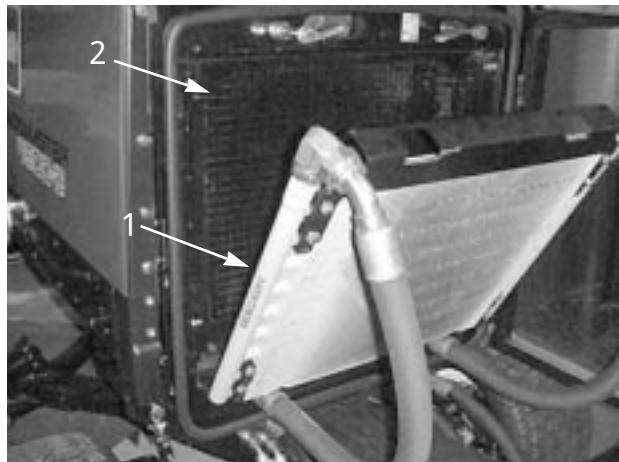

図 38
3. クーラを後ろに傾け（図38） オイル・クーラとラジエターの裏表を圧縮空気で丁寧に清掃する。